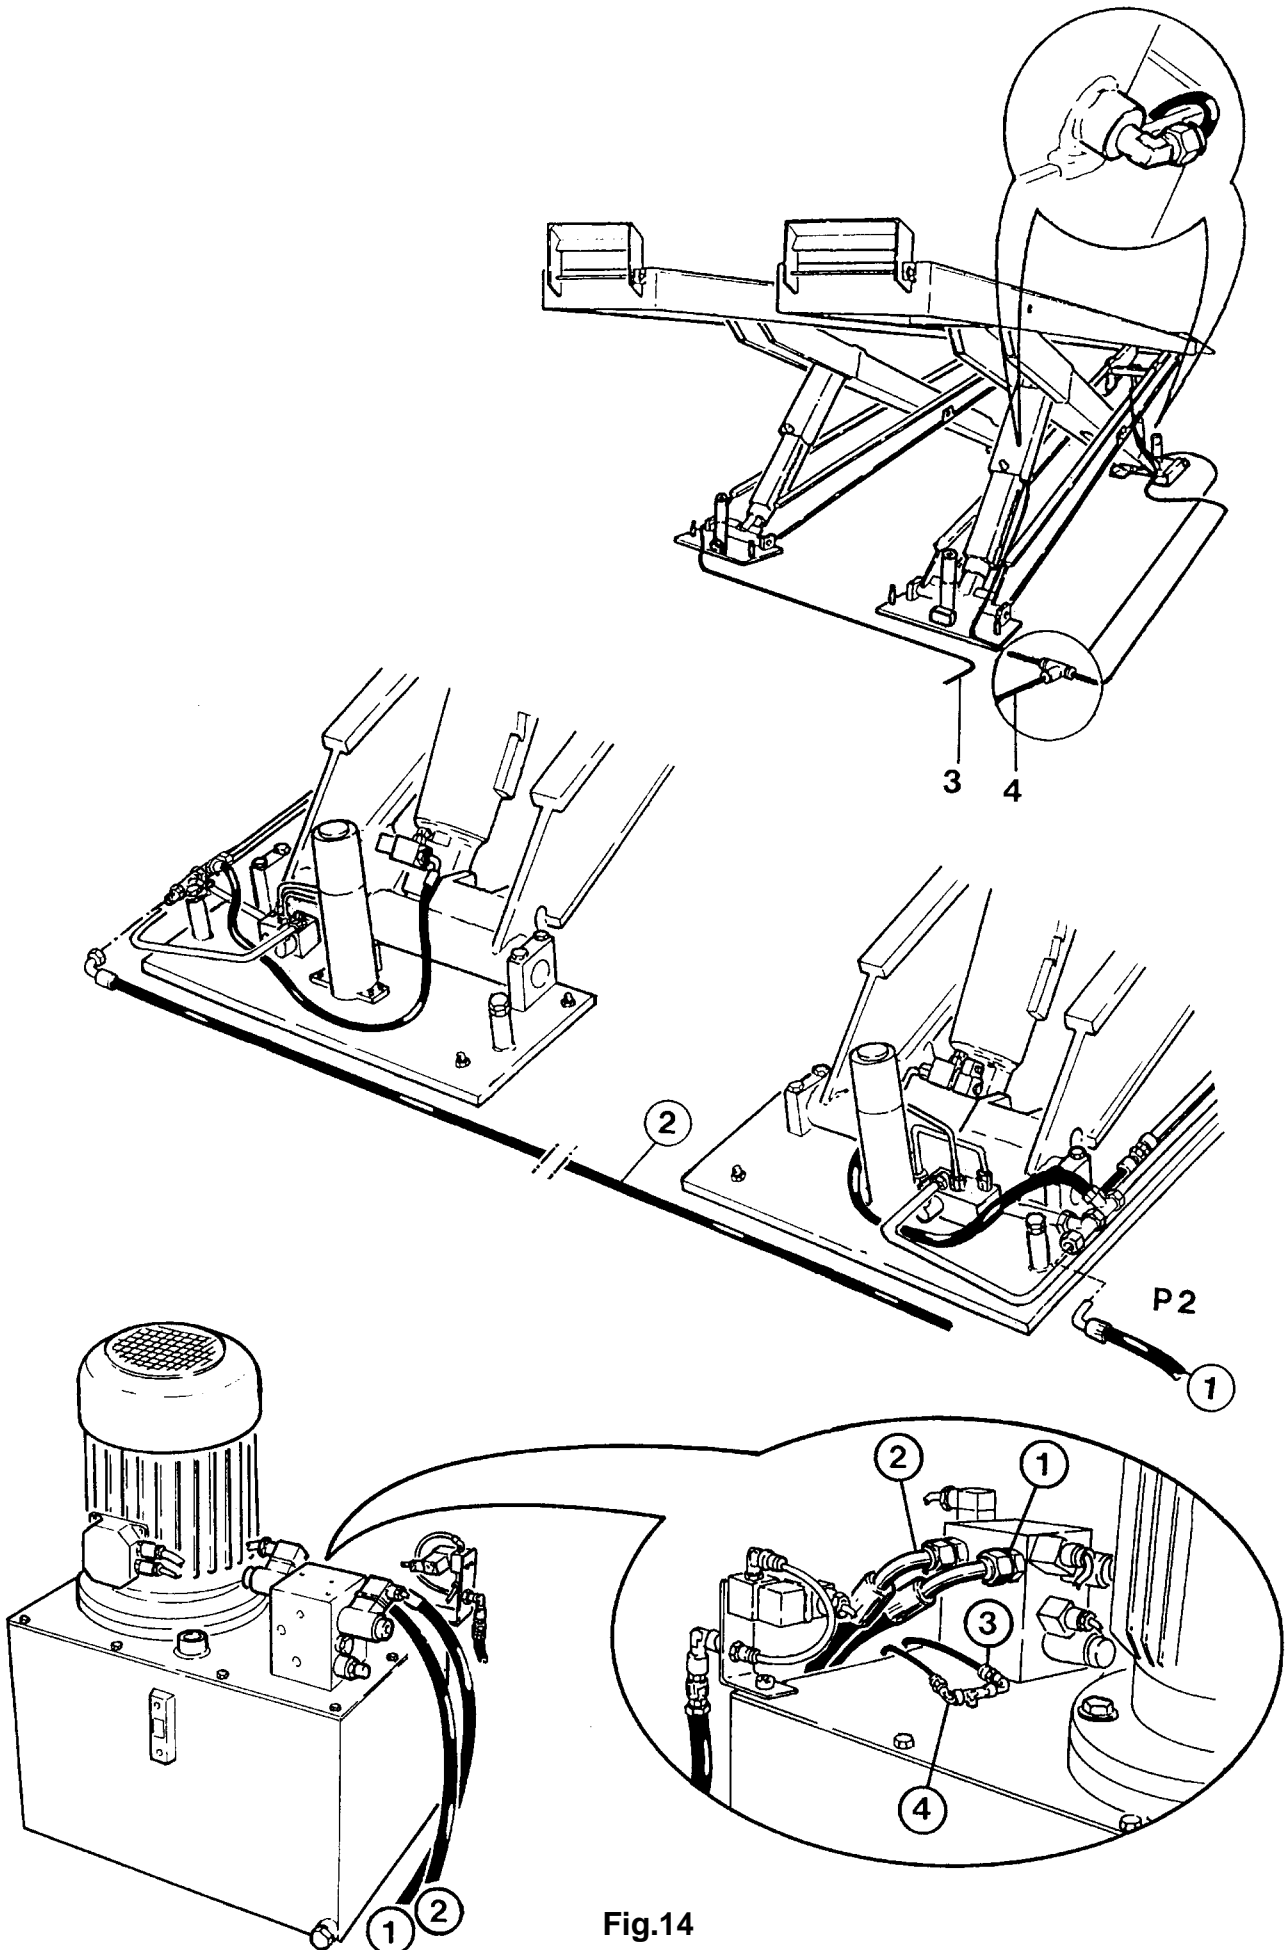
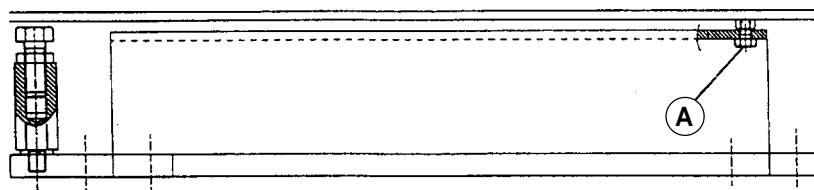

Fig.14
Fig.15
- Collegare i tubi di cui sopra rispettando esattamente i collegamenti come indicato in fig. 14; se è presente l'installazione della centralina dal lato opposto eseguire il montaggio dei tubi in modo simmetrico.
- Connect the tubes. Make the connections exactly as shown in fig. 14; if the control unit has been installed on the other side, assemble the tubing symmetrically.
- Die obengenannten Leitungen anschliessen. Die Anschlüsse genau gemäss Abb. 14 ausführen. Wird der Schaltkasten auf der gegenüberliegenden Seite aufgestellt, die Leitungen symmetrisch montieren.
- Raccorder les tuyaux précités. Effectuer les connexions en respectant fidèlement les indications de la fig. 14; si l'installation de la centrale est prévue sur le côté opposé, le montage des tuyaux doit être symétrique à celui que nous venons de décrire.
- Conectar los tubos a la central. Respetar exactamente las conexiones como indica la fig. 14; si la central está instalada en la parte opuesta montar los tubos de manera simétrica.
- Le pedane del sollevatore vanno posizionate vicino alle fosse in maniera da poter estrarre da sotto le pedane stesse i tubi idraulici (come da fig. 14). A questo punto posizionare la pedana (P2) all'interno della fossa rispettando le misure (come indicato in fig. 21) e contemporaneamente infilare i tubi idraulici (1) e (4) nel condotto di collegamento fra le fosse e la centrale di comando.
- Posizionare la pedana (P1) all'interno della rispettiva fossa infilando i tubi (2) e (3) nel condotto fra le fosse. In contemporanea infilare nei condotti i cavi elettrici.
- Togliere i bulloni (A) di bloccaggio pedana base (vedi fig. 15).
- Collegare i vari tubi alla centralina stessa come da fig. 14.
- The lift footboards should be positioned close to the pits so that the hydraulic tubes can be removed from beneath the footboards themselves (as shown in fig.14). Then place the footboard (P2) inside the pit according to the measurements (as indicated in fig. 21) and at the same time slide hydraulic tubes (3) and (4) into the connection groove between the pits and the control unit.
- Place footboard (P1) inside the respective pit, sliding tubes (2) and (3) into the groove between the pits. At the same time, slide the electric cables into the cableways.
- Remove the fixing clamps (A) of the footboard base (see fig. 15).
- Connect the various tubes to the control unit itself as shown in fig. 14.
- Die Fahrschienen der Hebebühne so in Grubennähe anordnen, dass die Hydraulikleitungen unter den Fahrschienen herausgezogen werden können (gemäss Abb. 14). Nun die Fahrschiene (P2) im Grubeninnern den Massen entsprechend positionieren (wie Abb. 21) und gleichzeitig die Hydraulikleitungen (1) und (4) in den Verbindungsleitkanal zwischen den Gruben und dem Schaltkasten verlegen.
- Die Fahrschiene (P1) in die entsprechende Grube positionieren und die Leitungen (2) und (3) in den Leitkanal zwischen der Gruben verlegen. Gleichzeitig auch noch die Elektrokabel in die Leitkanäle verlegen.
- Die Basisfahrschienen-Sperrschrauben (A) entfernen (siehe Abb. 15).
- Die verschiedenen Leitungen gemäss Abb. 14 an den Schaltkasten anschliessen.
- Les chemins de roulement doivent être positionnés près de la fosse pour faciliter l'extraction des tuyaux hydrauliques situés sous les chemins de roulement (comme indiqué à la fig. 14). Puis, positionner le chemin de roulement (P2) à l'intérieur de la fosse en respectant les mesures (comme indiqué à la fig. 21) et, enfiler en même temps les tuyaux hydrauliques (1) et (4) dans la conduite de connexion entre les fosses et la centrale de commande.
- Positionner le chemin de roulement (P1) à l'intérieur de sa fosse et enfiler les tuyaux (2) et (3) dans la conduite entre les fosses. Enfiler en même temps les câbles électriques dans les conduites.
- Retirer les boulons (A) de blocage de la plate-forme de base (voir fig. 15).
- Connecter les différents tuyaux à la centrale comme indiqué à la fig. 14.
- Las plataformas del elevador se colocan cerca de los fosos, de manera que se pueden extraer por debajo los tubos hidráulicos (como indica la fig. 14). Ahora colocar la plataforma (P2) dentro del foso respetando las medidas (como indica la fig. 21) y al mismo tiempo meter los tubos hidráulicos (1) y (4) en el conducto de conexión entre los fosos y la central de mandos.
- Colocar la plataforma (P1) dentro del respectivo foso metiendo los tubos (2) y (3) en el conducto entre los fosos. Al mismo tiempo meter en los conductos los cables eléctricos.
- Quitar los zócalos (A) de fijación de la plataforma base (ver fig. 15).
- Unir los tubos a la central de mandos como indica la fig. 14.